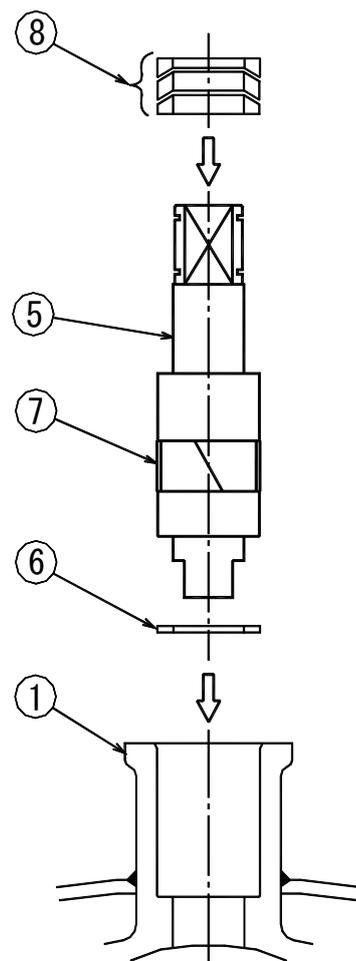
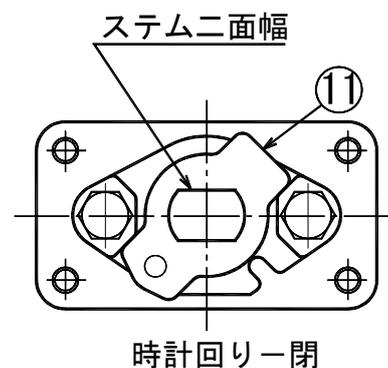

図 1
図 2
- 4) ボール③をボディ①に装着する。
- 5) ステム⑤にスラストベアリング⑥を装着する。
- 6) ステム⑤にステムベアリング⑦を装着する。
- 7) ボール③を閉位置にし、ステム⑤をボディ①のグランド部に挿入し、ボール③溝部に装着する。
- 8) 図 1 を参照して、入れる方向を確認し、グランドパッキン⑧をステム⑤に装着する。
- 9) グランドキャップ⑨にグランドベアリング⑩を装着する。
- 10) 断面図を参照し、グランドキャップ⑨をキーロック穴を下側にして、ボディ①のグランド部に装着する。
- 11) ボルト⑭ 2 本を片締めにならないように、締め過ぎないように、交互に締め付ける。
- 12) 図 2 を参照して、ステム⑤の二面幅方向を確認し、時計方向に回すと閉になるようにストップ⑪を取り付ける。
- 13) 手動弁で、ハンドルを固定する場合、ハンドルを取付の上、スナップリング⑫をスナップリングプライヤを用いて、ステム⑤の手前の溝にはめ込む。手動弁で、ハンドルを取り外して使用する場合、および駆動装置付きの場合、スナップリング⑫を、ステム⑤奥の溝にはめ込む。
- 14) ボディキャップ②にガスケット⑬を装着し(ガスケット⑬が落ちる場合は、ボディ①のガスケット溝にガスケット⑬を入れる)、相マークに従ってボディ①に装着する。